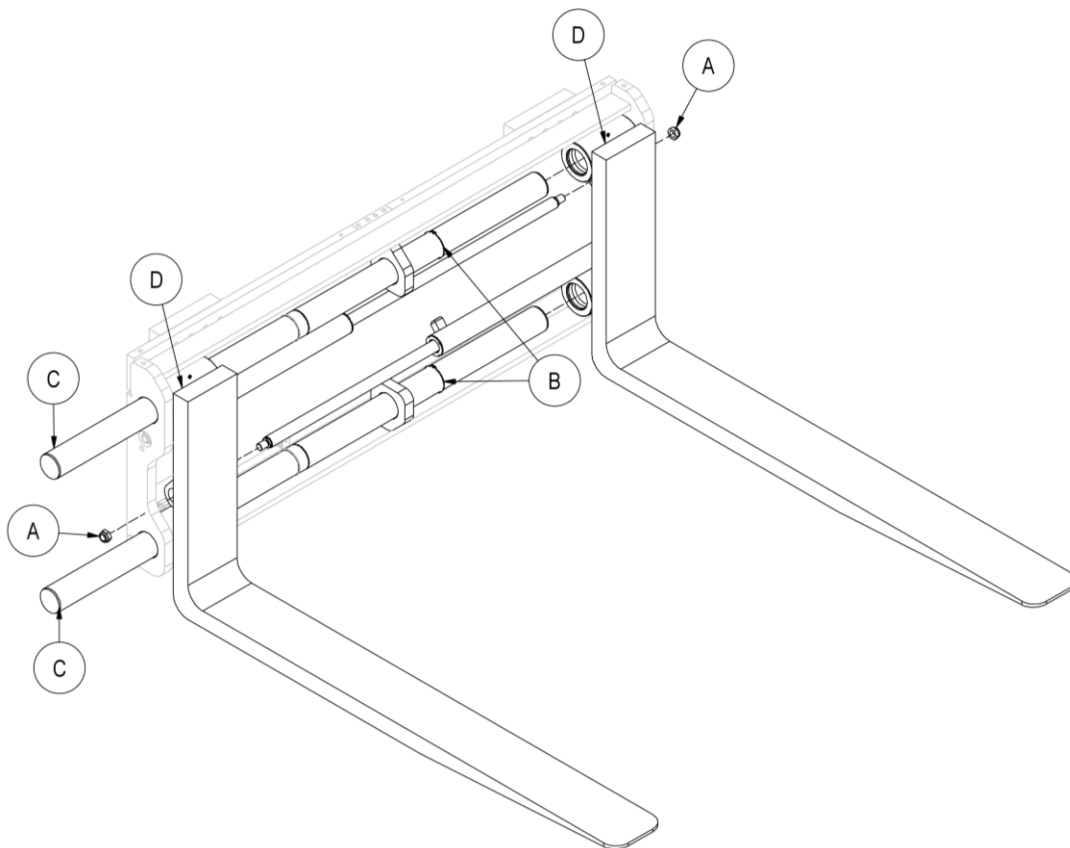

Figure 19
7. Se référer à la *Figure 19*.